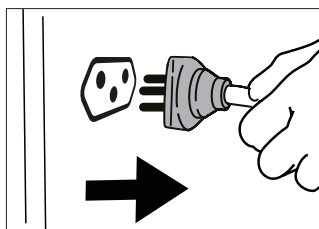

Fig. 16
3. Desconecte as tomadas do painel do gerador [Fig. 16].